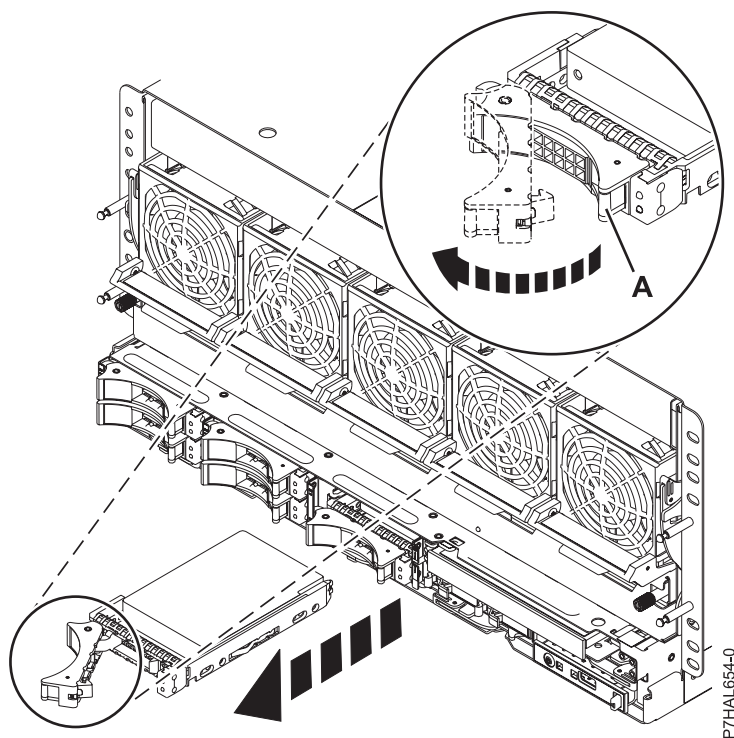

Figura 25. Extracción de una unidad de disco del sistema
1. Desbloquee el asa de la unidad ejerciendo presión y tirando de ella hacia usted, como se ve en Figura 25.